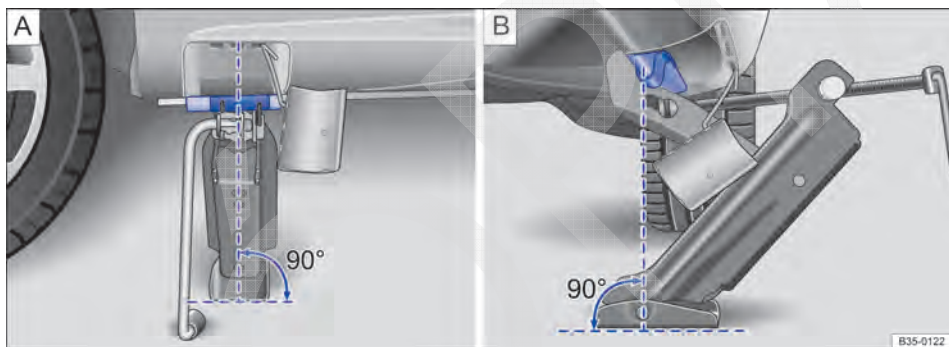

Fig. 263 Macaco posicionado no lado esquerdo traseiro do veículo.
9. Garantir que a base do macaco, com toda sua superfície, esteja sobre o chão e que a base se encontre perpendicularmente abaixo do ponto de colocação ⇒ Fig. 263.
10. Alinhar o macaco e, simultaneamente, levantar a garra do macaco até ela se encaixar na travessa debaixo do veículo ⇒ Fig. 263.
- Posicionar o macaco somente nos pontos indicados. A garra do macaco deve se encaixar no perfil da longarina de forma segura ⇒ Fig. 263.